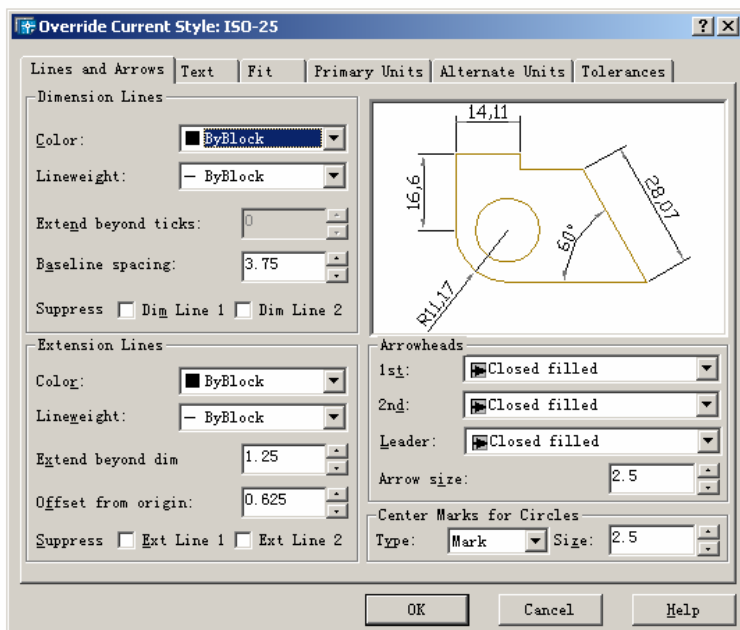

图 8-7 Override Current Style 对话框
(8) Override(替换)。单击该按钮将出现图 8-7 所示的 Override Current Style(替换当前样式)对话框。
(10) **Modify** (修改所要标注的尺寸类型)。单击该按钮, 将出现与图 8-7 所示一样的修改尺寸标注样式对话框。
1) **Lines and Arrows** 选项卡 用户如果选取 **Lines and Arrows** 选项卡, 会弹出如图 8-7 所示的 **Lines and Arrows** 选项卡的对话框界面。